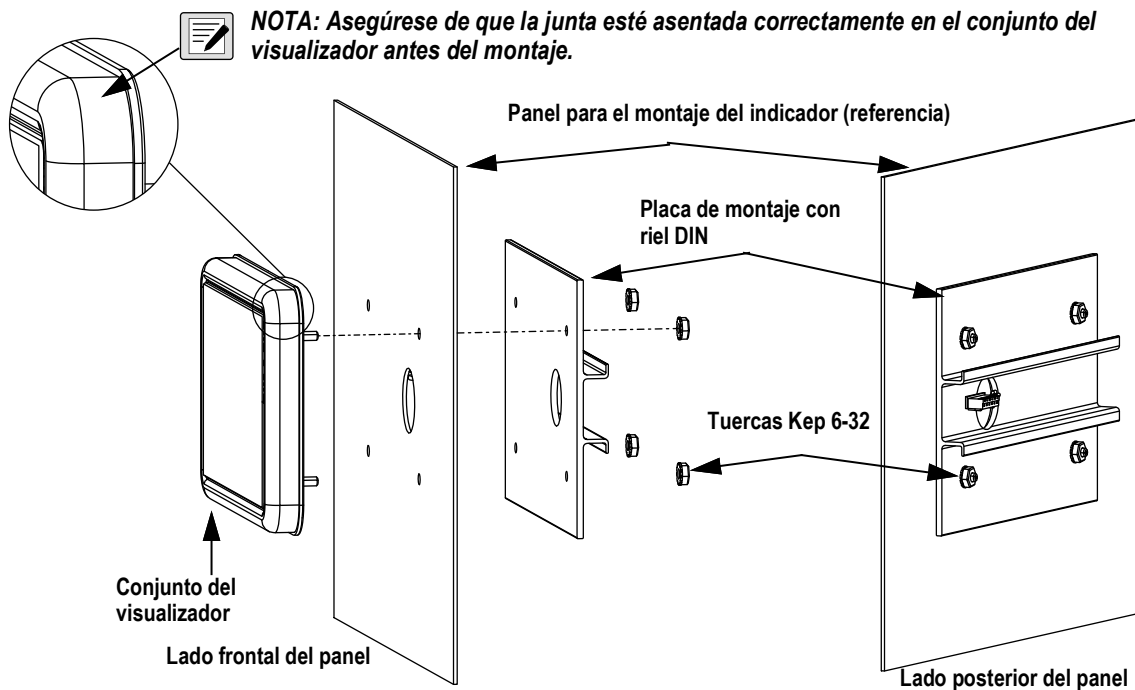

Figura 2-3. Montaje del conjunto del visualizador
3. Afloje y retire las 4 tuercas Kep que fijan el riel DIN y el conjunto del visualizador al panel, consulte la Figura 2-3 en la página 20.